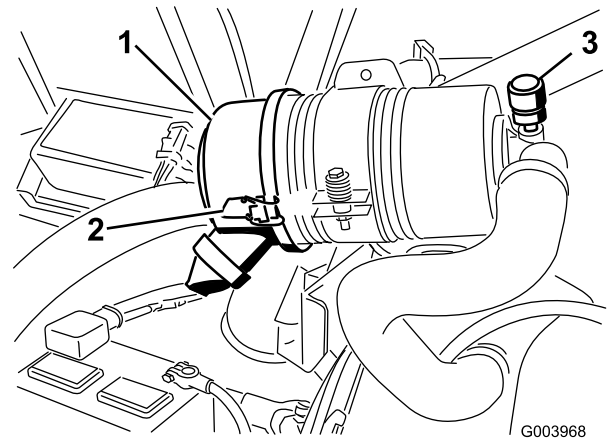

Figure 49
Faites l'entretien du filtre à air uniquement quand l'indicateur de colmatage (Figure 49) indique que cela est nécessaire. Changer le filtre à air prématurément ne fait qu'accroître le risque de contamination du moteur par des impuretés quand le filtre est déposé.
1. Desserrez les attaches qui fixent le couvercle sur le boîtier du filtre à air (Figure 49).